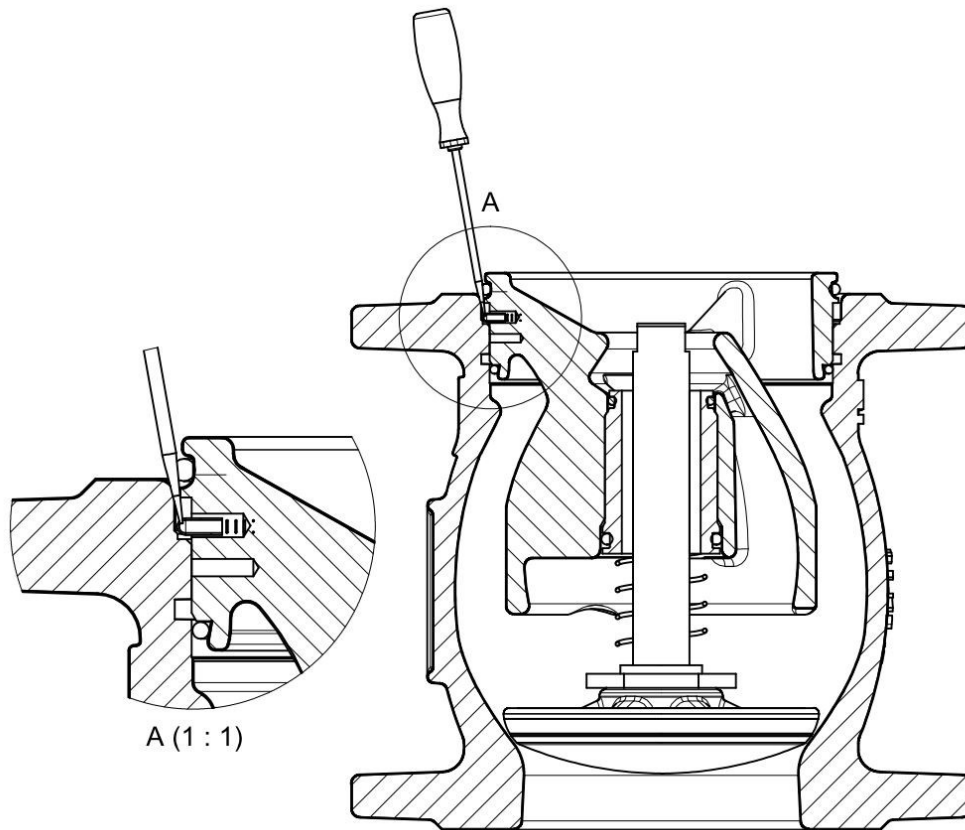

Bild 9.3: Federhülsen oder Zylinderstifte einschieben
- Die Federhülsen oder Zylinderstifte mit einem geeigneten Hilfsmittel (Schraubenzieher, dünnes Blech, etc.) nacheinander in den Sacklöchern versenken, sodass der Gehäuseeinsatz weiter in das Gehäuse geschoben werden kann (siehe Bild 9.3).